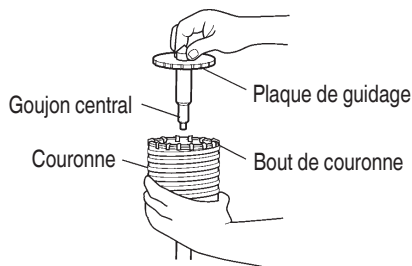

Fig. 19
- (3) Introduire le goujon central dans la plaque de guidage jusqu'à ce qu'il arrête.
- (4) Engager la plaque de guidage dans la couronne et tourner la plaque de guidage à gauche ou à droite de manière à ce qu'elle ne puisse pas tomber, même si elle orientée vers le bas. (Fig. 19)